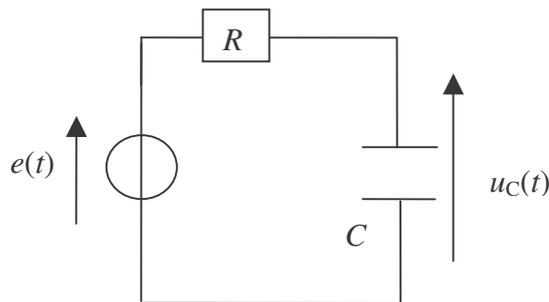

Figure 4
3.1.1 Le générateur alimente un circuit série constitué de la résistance R et d'un condensateur de capacité C (Figure 4). On note $u_C(t)$ la tension aux bornes du condensateur.